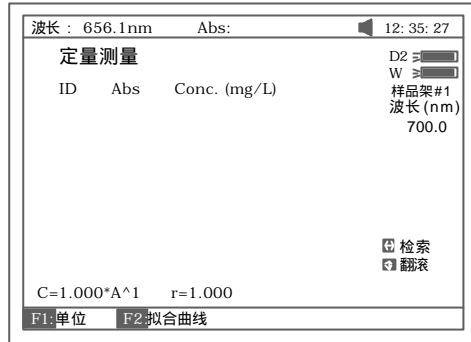
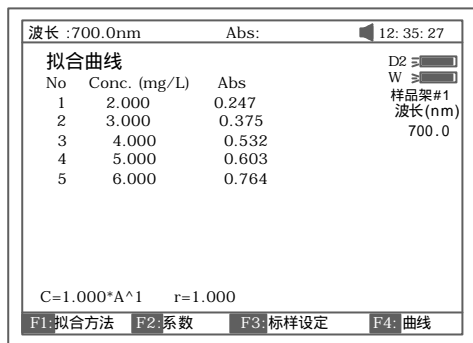

图 26
图 33
主界面中按【2】直接进入“定量测量”界面如图 26。按【ESC/STOP】退回到主界面。
在图 26 中按【F2】进入图 29 显示界面。
b. 将盛参比液的参比比色皿放入参比光路，盛样品的样品比色皿放入样品光路，按【START】键，进行测试，(对于多个样品的测试，应于按【START】键前，按【CELL】键选择不同的样品架入光路)，仪器将分别走到选定的波长（根据选定的校正方法不同可能是单波长，双波长或三波长）处，测得标样的 A 值，如图 33 所示。
注意：做定量测量应在图 26 的显示界面下进行。
在图 33 的显示界面下按【LOAD】键。按【】或【】键选择后缀扩展名为*.fit 的文件，按【ENTER】确认调入。然后，按【ESC/STOP】键退回到前级界面（图 26）下进行试验。
在图 33 的显示界面下按【F2】键，然后直接输入标准曲线的各项系数即可。然后，按【ESC/STOP】键退回到前级界面（图 26）下进行试验。
如上 5.1.5 所述，已建立了一条标准曲线，按【ESC/STOP】键退回到前级界面（图 26）下即可进行测试。